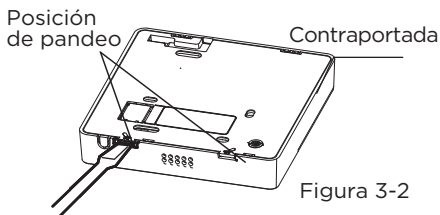

Figura 3-2
- Inserte un destornillador de punta plana en las ranuras de la parte inferior del controlador de cable (2 lugares) y retire la parte superior del controlador de cable. (Figura 3-2)